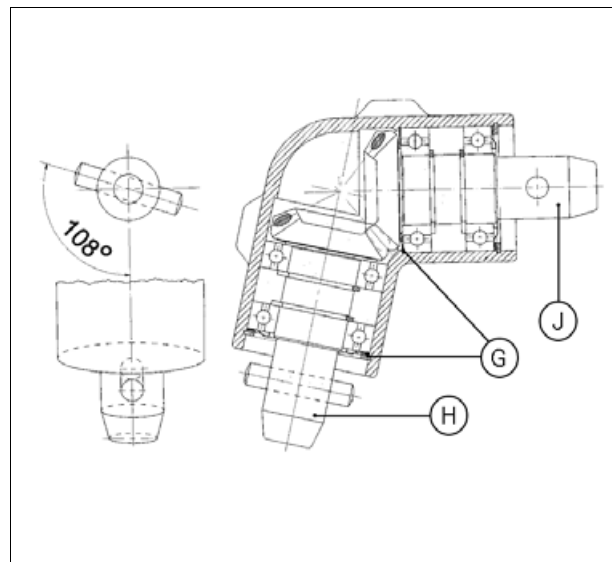

Рис. 6.
ВАЖНО: Обратите внимание на прокладки (G) *рис. 6*, установленные в редукторе. Запомните их номера и расположение для правильной установки при последующей сборке.